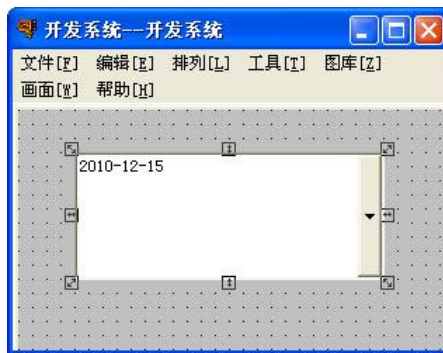

图14.42 创建后的日历控件
2、 在对话框的列表中找到“Microsoft Date and Time Picker control”项，选中它，然后单击“确定”按钮，或直接鼠标双击该项。“插入控件”对话框自动关闭，按照本节开始所描述的方法在画面上创建控件。创建后的控件如图14.42所示。